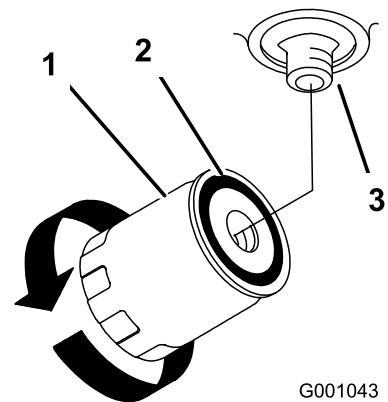

Figura 77
4. Aplique una capa fina de fluido hidráulico a la junta de goma del filtro nuevo (Figura 77).
7. Llene el depósito de fluido hidráulico con fluido hidráulico hasta que éste rebose por encima del filtro, gire el filtro en el sentido de las agujas del reloj hasta que la junta de goma entre en contacto con el adaptador del filtro, luego apriete el filtro media vuelta más (Figura 77).